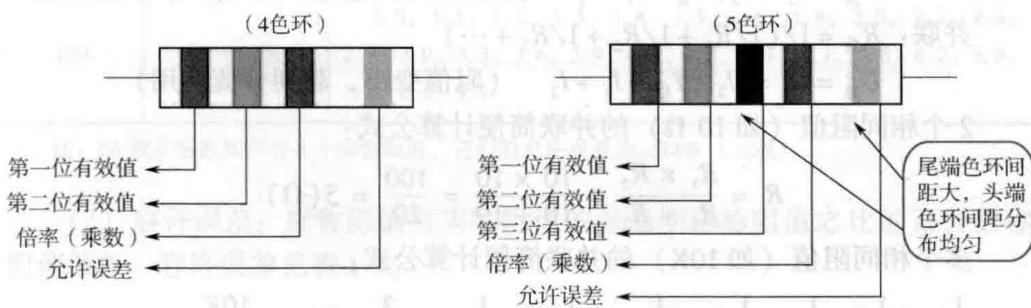

图 1-2 色环法
- (4) 色环法：用不同颜色的带或点在电阻器表面标出标称阻值和允许偏差，如图 1-2 所示。